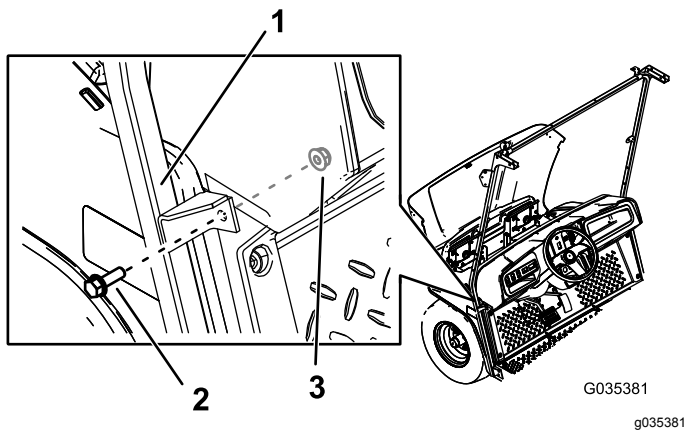

Figure 5
4. Fixez la patte centrale du support de pare-brise à la machine en insérant 2 boulons à embase hexagonale ($\frac{5}{16}$ " x 1") et 2 écrous ($\frac{5}{16}$ ") dans les trous que vous avez percés (Figure 5).